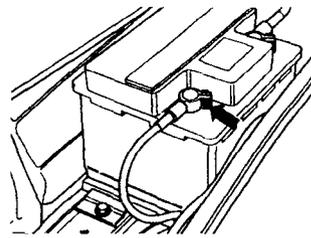

图 1-10 蓄电池接线
(3) 检查蓄电池线是否接牢,如需要,以 $5 \text{ N}\cdot\text{m}$ 拧紧图 1-10 所示螺母。